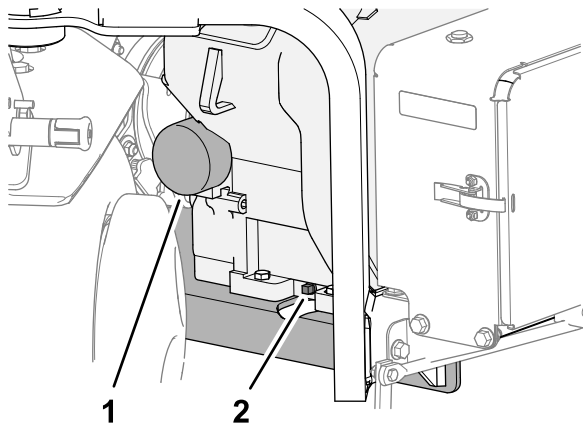

图 161
- 在排油塞下放置一个盘子并取下排油塞 图 161。
1. 在机油滤清器下面放置一个浅盘并拆下滤清器 (图 161)。
6. 将滤芯拧到滤芯适配器上直至垫片接触到滤芯适配器 (图 161) 然后将滤芯再旋紧 1/2 圈。